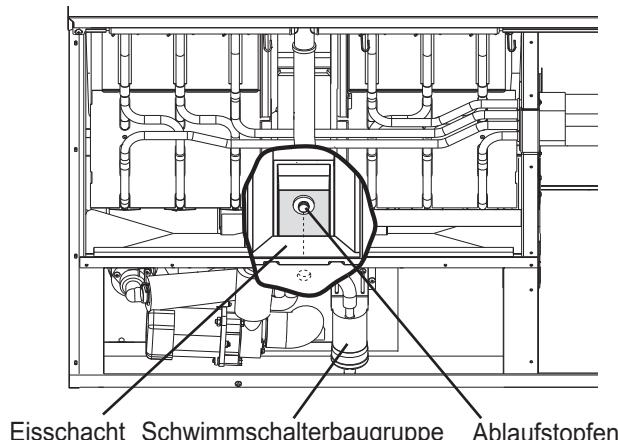

Abb. 10
- 7) Die Isolationsblende entfernen. Den Ablaufstopfen vorne unter dem Eisschacht entfernen. Siehe Abb. 10. Den Wassertank leerlaufen lassen.
- 5) Den Ablaufstopfen vorne unter dem Eisschacht entfernen. Siehe Abb. 10. Den Wassertank leerlaufen lassen.